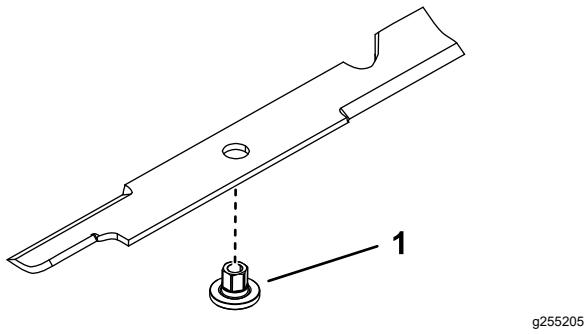

Рисунок 85
1. Вставьте втулку через отверстие в ноже так, чтобы фланец втулки был на нижней (обращенной к травянистому покрову) стороне ножа (Рисунок 85).